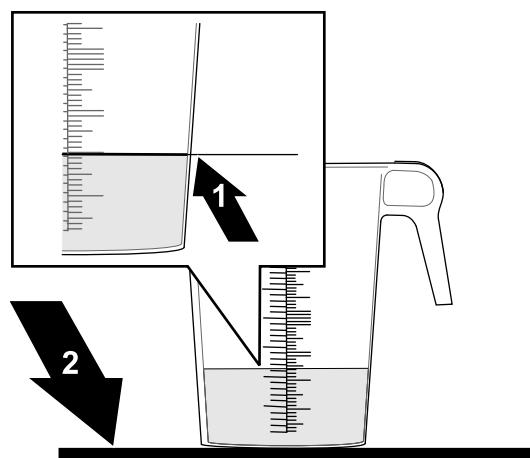

图 172
1. 将刻度容器放到水平地面上等液体稳定下来然后观察液量 图 172。